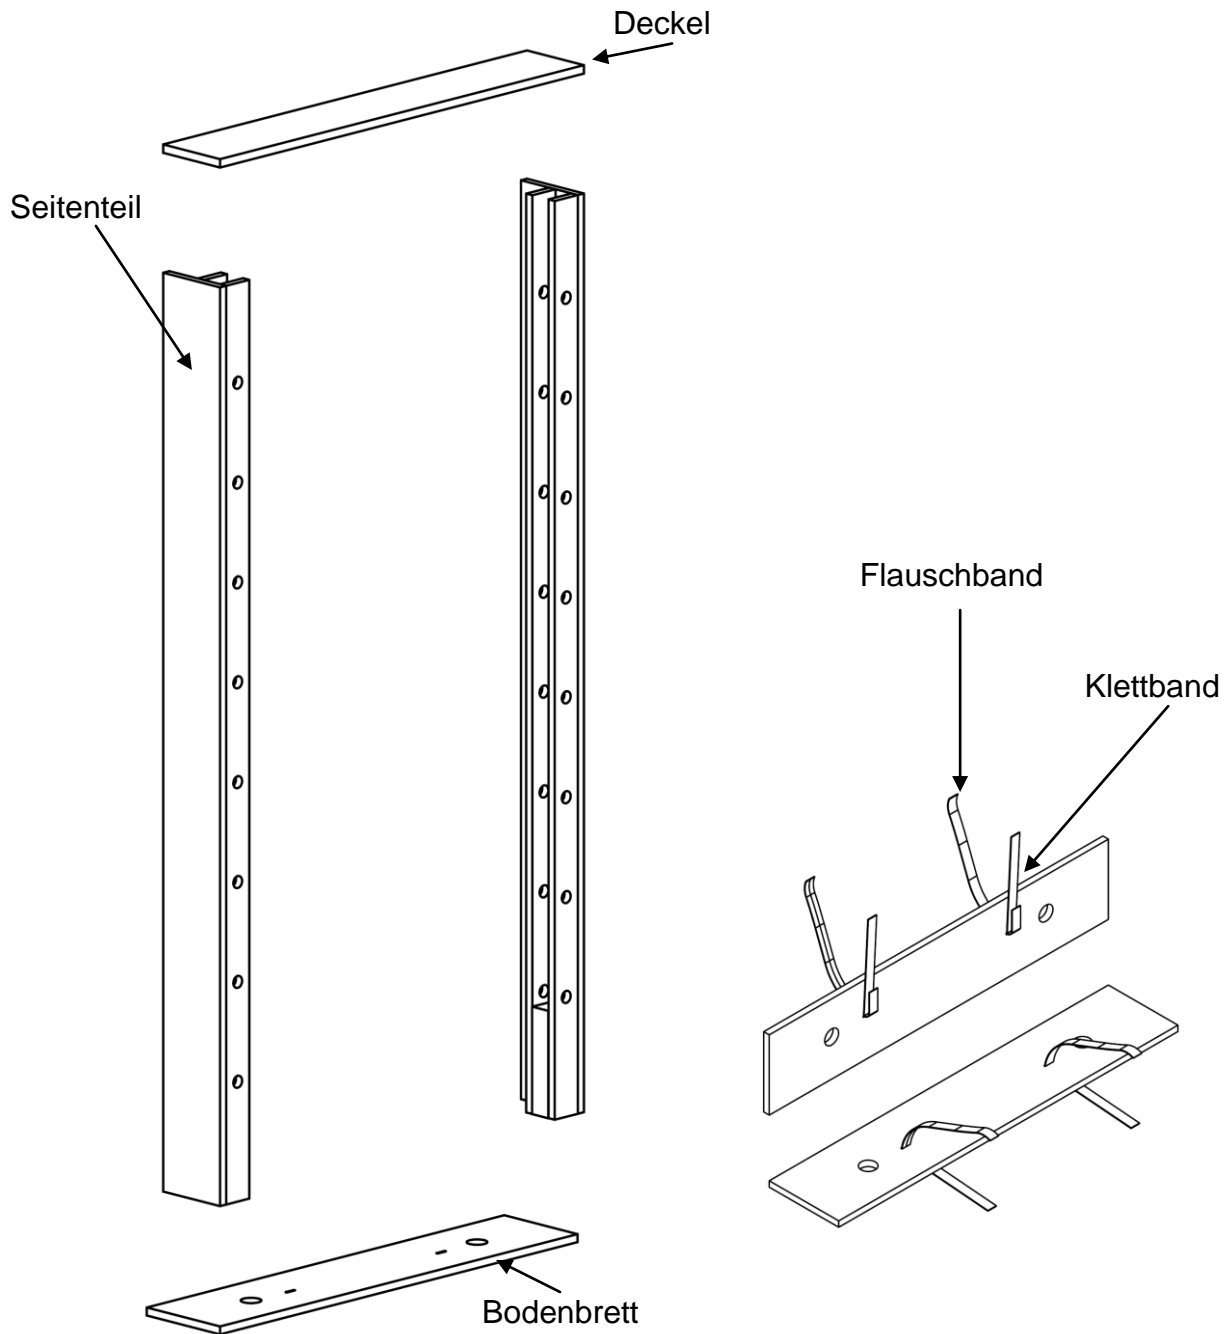

Abb. 2: Zusammenbau des Rahmens und Befestigung von Klett & Flausch
Um die neigbare Sprossenwand montieren zu können muss zuerst der Rahmen montiert werden. Tackern Sie dazu das Klettband (6) mit den Hacken nach oben unter das Bodenbrett in die dafür vorgesehene Aussparung. Das Flauschband (7) wird ebenfalls unter das Bodenbrett getackert und dann durch das Langloch gezogen (siehe Abbildung 2). Anschließend verschrauben Sie die Einzelteile mit den entsprechenden Schrauben (Spaxschraube 5 x 80), wie in Abbildung 2 dargestellt. Die Löcher für die Schrauben wurden bereits vorgebohrt.